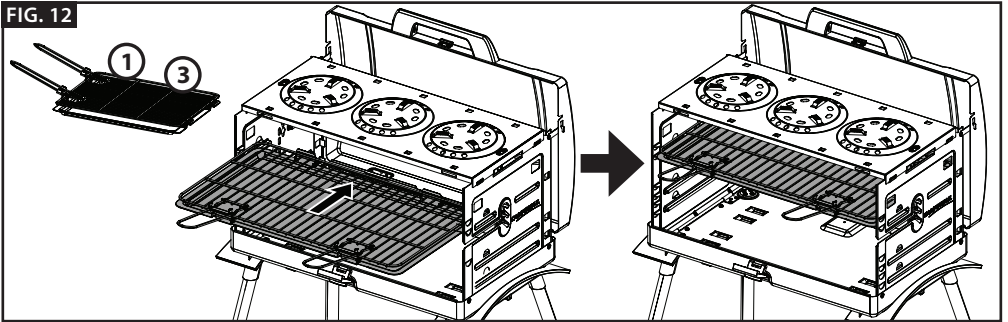

FIG. 13
- Das Absperrventil des Druckreglers bzw. der Gasflasche schließen. (abb. 13)
- Schließen Sie die Gaszufuhr (Ventil am Druckregler oder Zylinder) (Abb. 13).